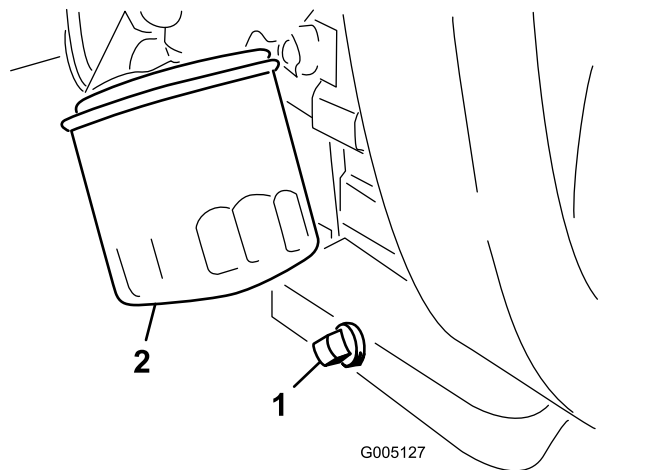

Bild 28
- Entfernen Sie die Ablassschraube (Bild 28) und lassen Sie das Öl in die Auffangwanne ab.
- Reinigen Sie das Gewinde der Ölablassschraube, bringen Sie etwas PTFE-Dichtmittel auf und schrauben Sie die Ablassschraube wieder auf (Bild 28).
- Entfernen Sie den Ölfiter (Bild 28).